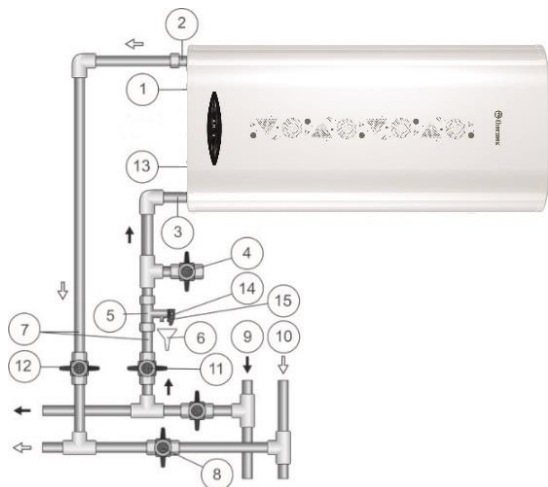

Рисунок 2. Схема підключення ЕВН до водопроводу в горизонтальному положенні
- В горизонтальному положенні у відповідності до Рис. 2 з виходом патрубків зліва